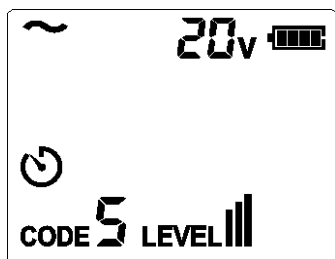

Figure 9.1c Mesure de la tension AC
7. Lorsque la tension est de 8 V ~ 480 V DC/AC (50/60 Hz). Si la tension mesurée est une tension AC, l'affichage est celui de la figure 9.1c.